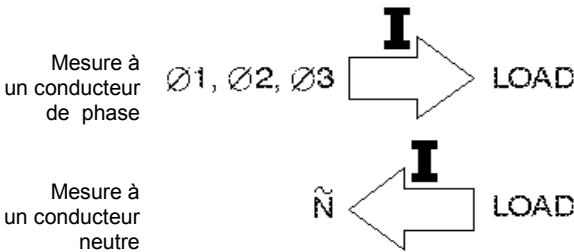

Figure 4. Orientation de la pince de courant
- Faites pointer la flèche marquée sur la mâchoire de la pince vers la charge pour les mesures de phase et vers le côté opposé à la charge (côte source) pour les mesures de neutre. (Voir figure 4.)